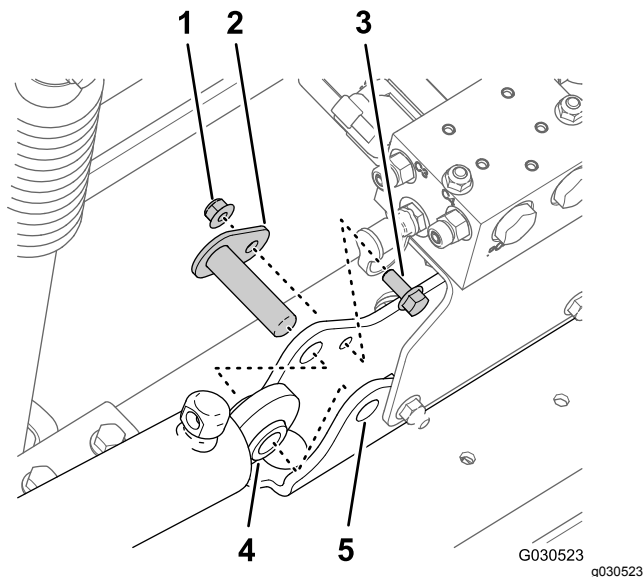

图 73
4. 拧下将枢轴销固定至油缸安装座的凸缘锁紧螺母5/16英寸和凸缘头螺栓5/16 x 3/4英寸图 73。
5. 从机器中取出枢轴销和提升油缸图 73。